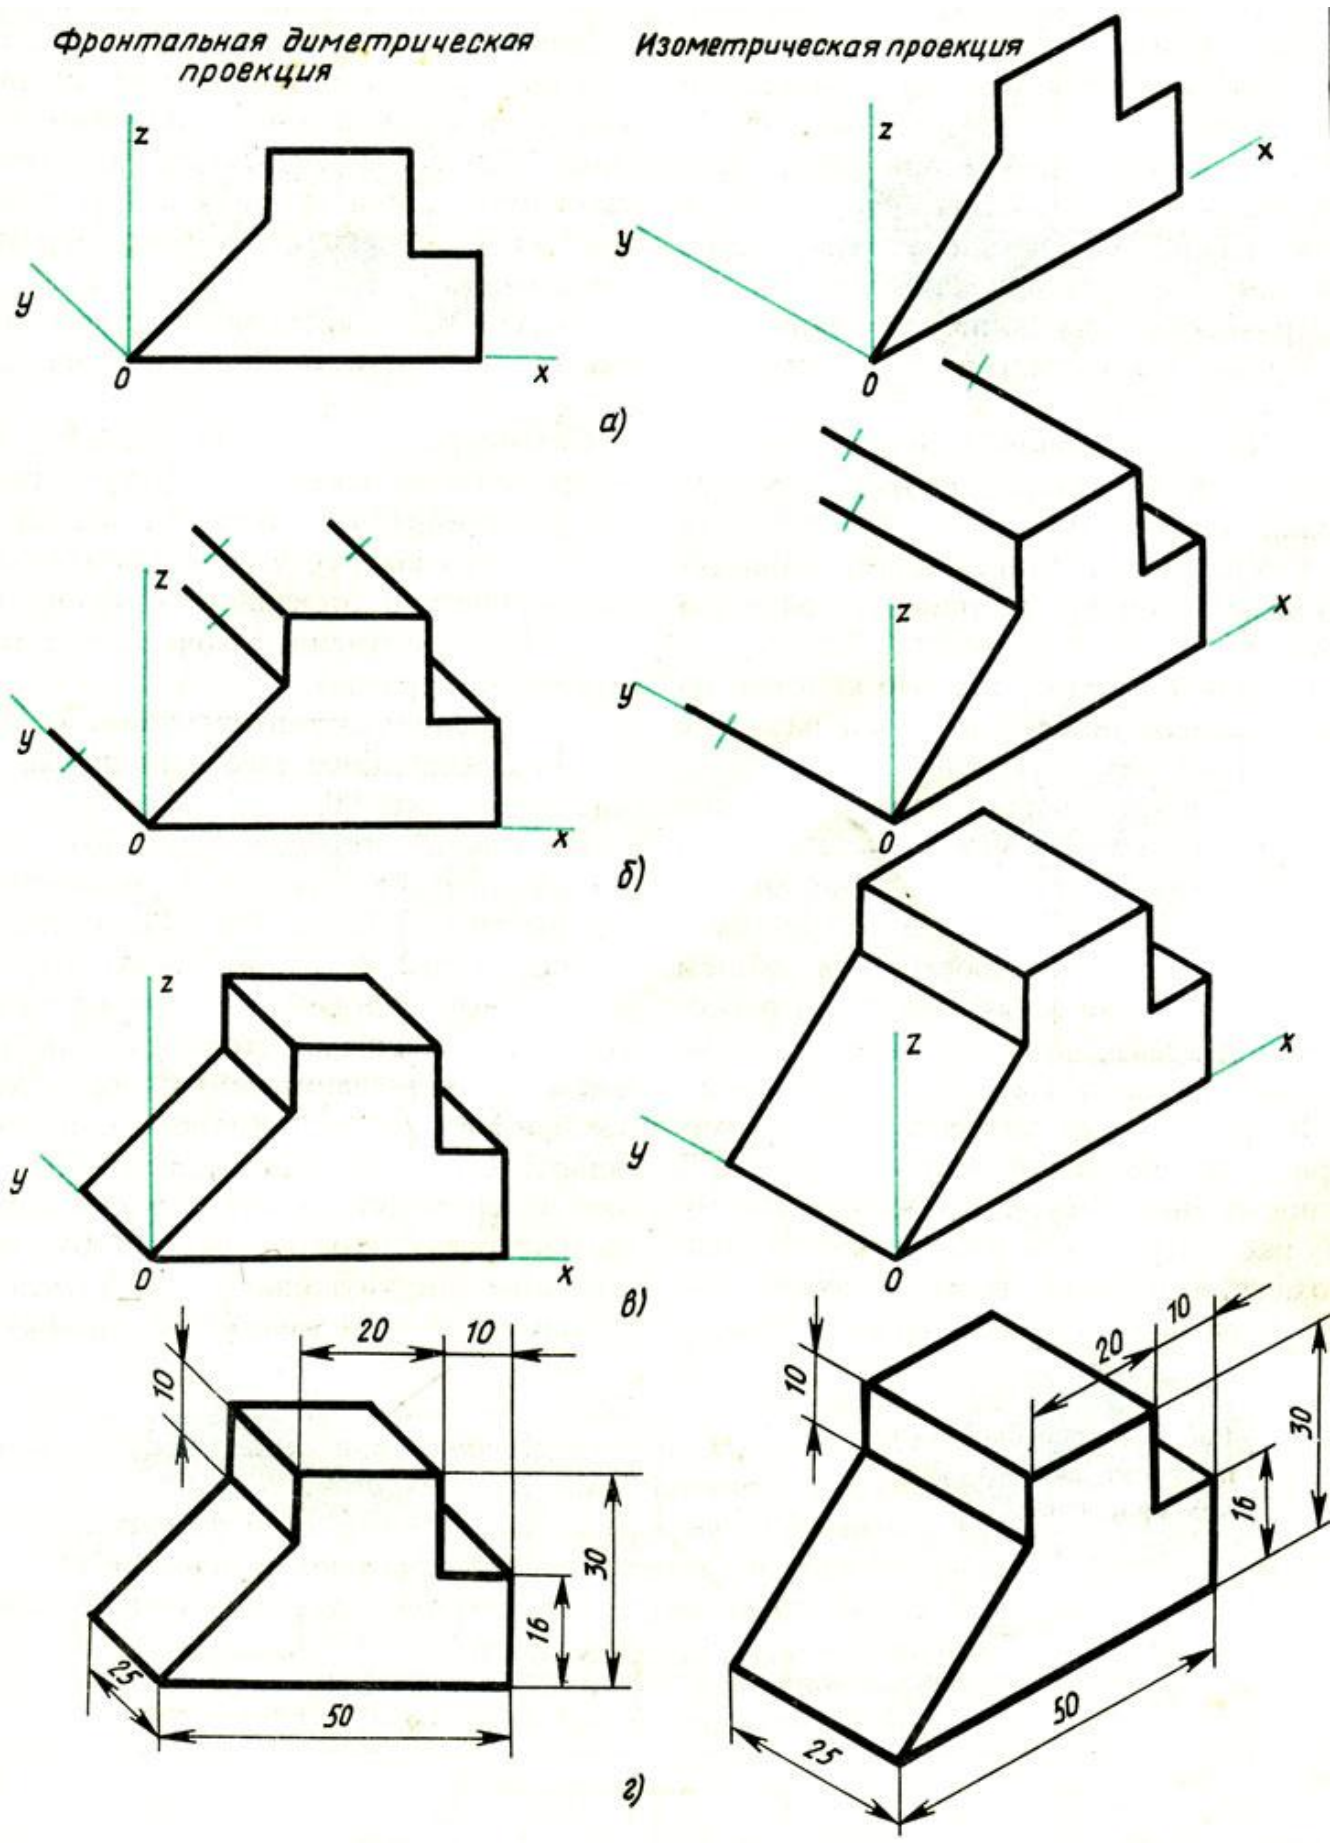

Рис. 3. Способ построения аксонометрических проекций
Порядок построения проекций следующий (рис. 3):
1. Проводят оси. Строят переднюю грань детали, откладывая действительные величины высоты - вдоль оси Z , длины - вдоль оси X (рис. 3, а).
2. Из вершин полученной фигуры параллельно оси V проводят ребра, уходящие вдаль. Вдоль них откладывают толщину детали: для фронтальной диметрической проекции - сокращенную в 2 раза; для изометрии - действительную (рис. 3, б).
3. Через полученные точки проводят прямые, параллельные ребрам передней грани (рис. 3, в).
4. Удаляют лишние линии, обводят видимый контур и наносят размеры (рис. 3, г).
Сравните левую и правую колонки на рис. 3. Что общего и в чем различие данных на них построений?